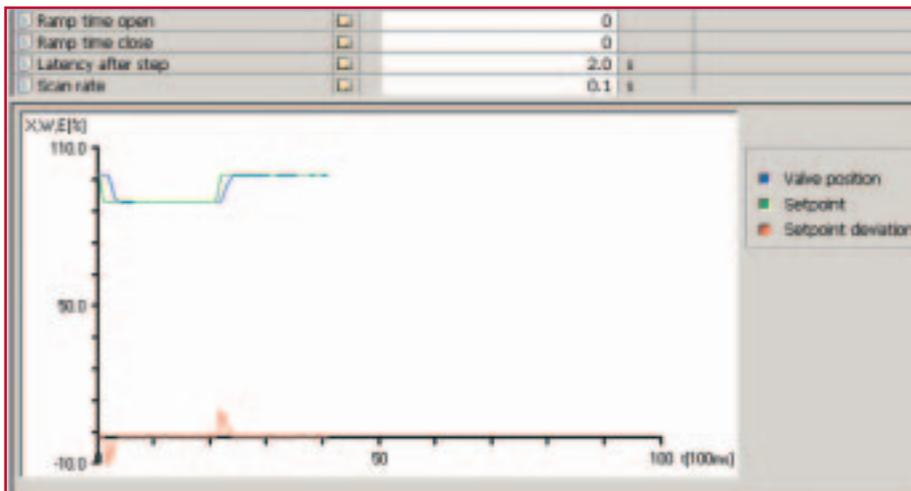

Fig. 2. Collaudo di corsa parziale
strato (Fig. 2). Accertando la capacità della valvola di potersi muovere, è possibile che la valvola chiuda completamente la tubazione in caso di richiesta. Questa procedura è descritta in molti manuali. In (1) è data una dettagliata descrizione, che indica le potenzialità della procedura, in (2) c'è un'analisi più riflessiva, con conclusioni sul beneficio potenziale e i relativi limiti. Rimangono comunque questioni aperte: quale è la diagnosi precisa di questa procedura? A causa di grosse variazioni nelle condizioni di processo, non c'è una risposta universale. Un modo giusto di affrontare il problema potrebbe essere quello di partire da FMEDA; per ogni tipo d'errore chiedere se può essere rilevato dal PST o no.